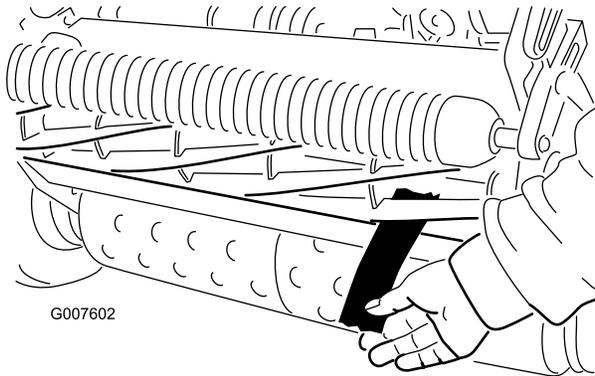

Bild 50
4. Führen Sie an beiden Seiten der Spindelvorderseite einen langen Zeitungspapierstreifen zwischen die Spindel und dem Untermesser ein (Bild 50). Drehen Sie die Spindel langsam vorwärts. Drehen Sie gleichzeitig
6. Vergewissern Sie sich nach dieser Einstellung, dass die Spindel Papier einklemmen kann, das von vorne eingeführt wird, und Papier schneiden kann, das senkrecht zum Untermesser eingeführt wird (Bild 50). Papier müsste sich mit minimalem Kontakt zwischen Untermesser und Messerspindeln schneiden lassen. Wenn der Spindelwiderstand zu hoch ist (mehr als 0,79 Nm), läppen oder fräsen Sie das Mähwerk, um die für genaues Schneiden erforderlichen scharfen Kanten zu erhalten. Weitere Informationen finden Sie in der Anleitung *Toro Bedienungsanleitung für das Schärfen der Spindeln*.